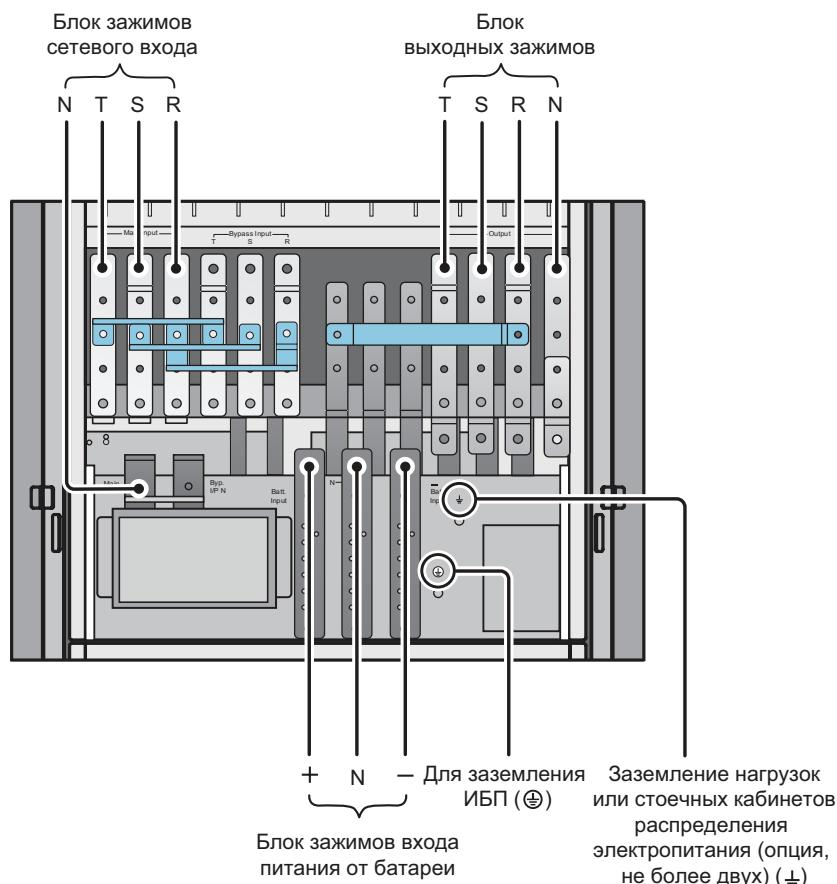
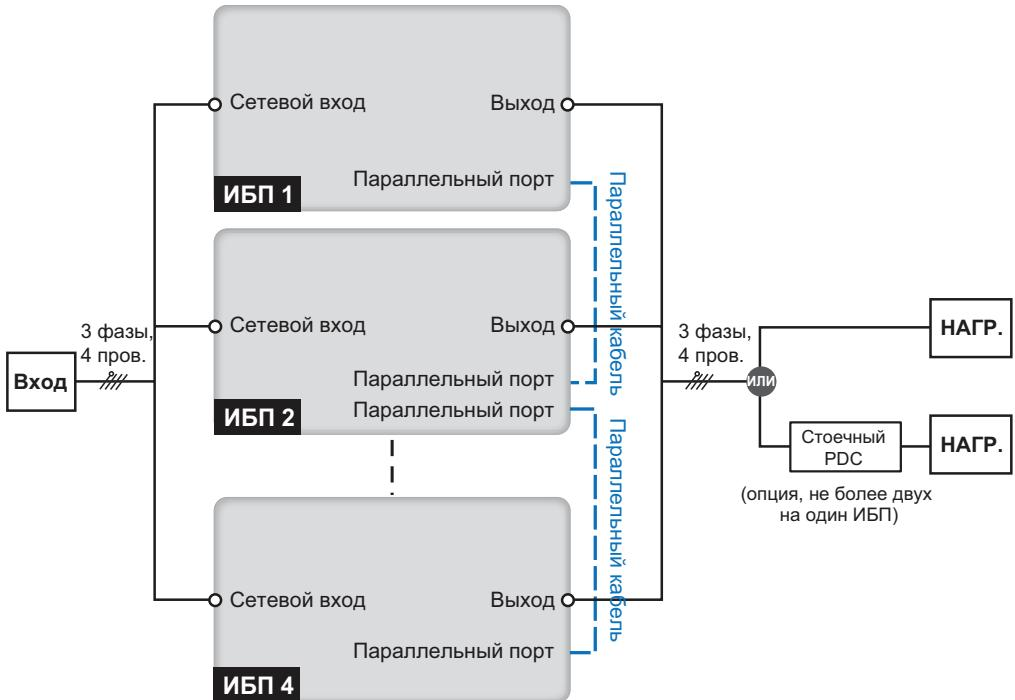

Рис. 5-8. Схема подключения в конфигурации с одним входом (одиночный ИБП)
Рис. 5-10. Схема подключения в конфигурации с одним входом (параллельные ИБП)
- Подключите к блоку зажимов ИБП источник переменного тока, нагрузки, стоечный PDC (опция, не более двух), внешний батарейный кабинет и заземление. См. *Рис. 5-8*. Следуйте указаниям Руководства по эксплуатации PDC относительно монтажа, подключения, вентиляции и работы с этим устройством.
2. Подключите к блоку зажимов ИБП источник переменного тока, нагрузки, стоечный PDC (опция, не более двух), внешний батарейный кабинет и заземление. См. **Рис. 5-8** и **Рис. 5-10**. Следуйте указаниям Руководства по эксплуатации PDC относительно монтажа, подключения, вентиляции и работы с этим устройством.